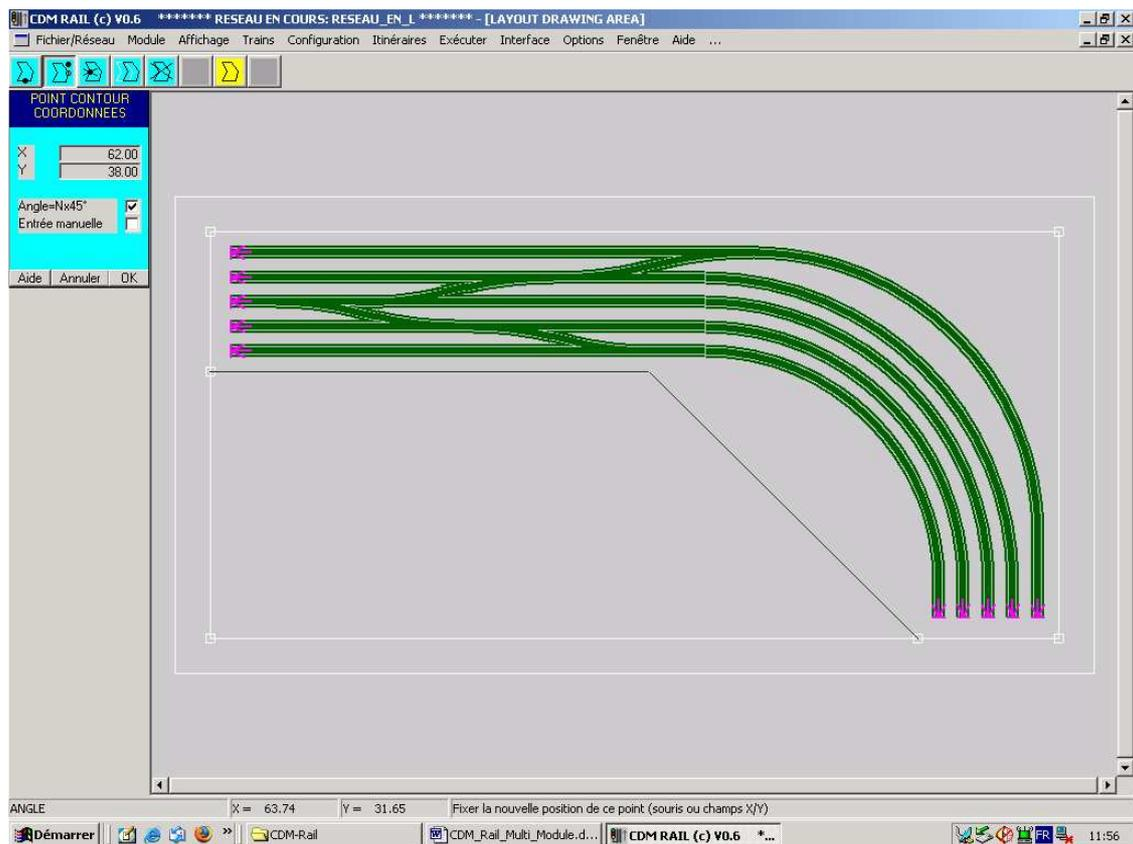

Figure MM-4-13 Déplacement du sommet en bas à gauche.
- Déplacer la souris jusqu'à obtenir la configuration de la figure MM-4-13, et cliquer pour valider.